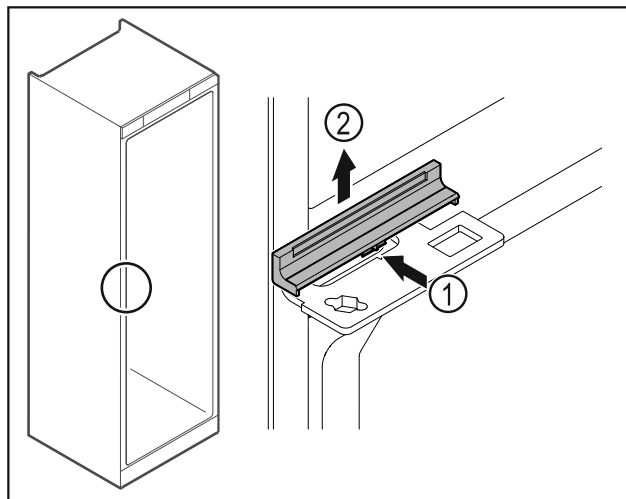

Fig. 48
- Shtypni kapakun mbulues Fig. 48 (1) lehtë në mes dhe hiqeni nga lart Fig. 48 (2).